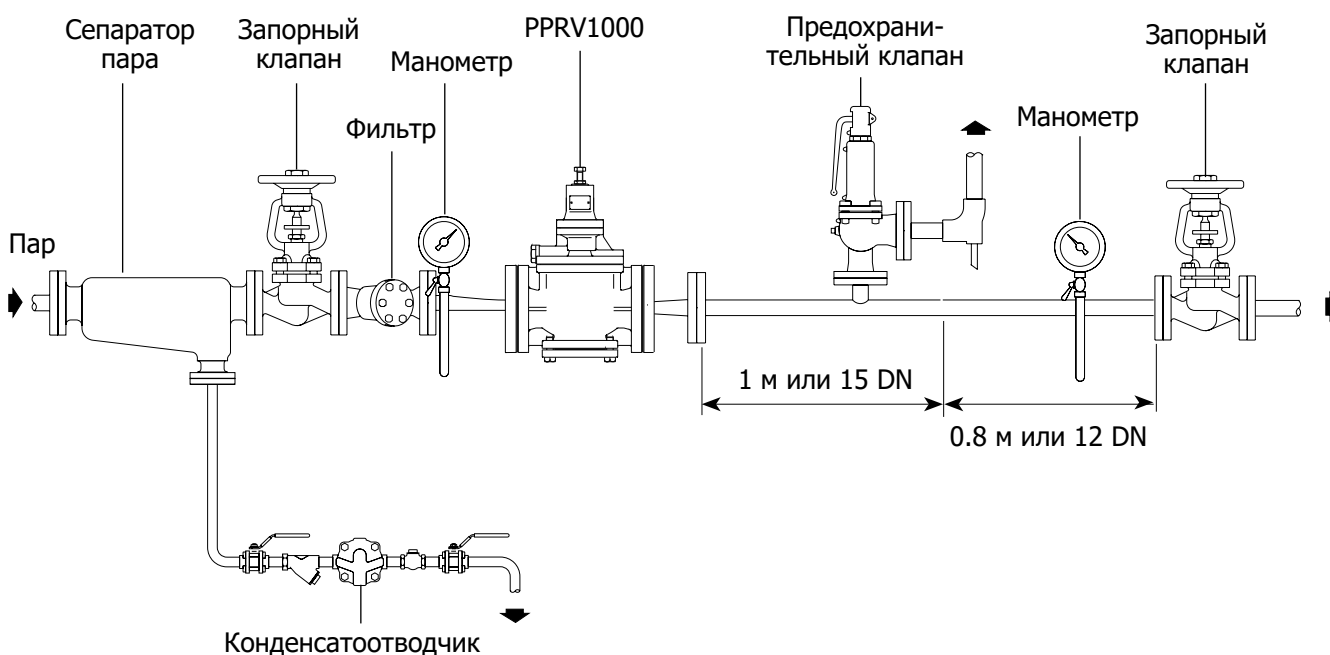

Рис. 4 Рекомендуемая схема монтажа редукционного клапана
4.2 Монтаж клапана (рис. 4, 5 и 6)
Редукционный клапан должен устанавливаться на горизонтальном трубопроводе так, чтобы болт настройки располагался сверху (см. рис. 4).